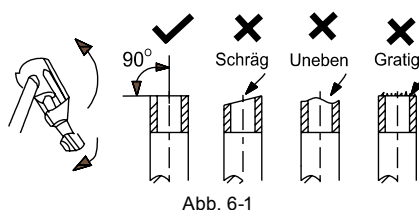

Abb. 6-1
- Schneiden Sie ein Rohr mit einem Rohrschneider. (s. Abb. 6-1)